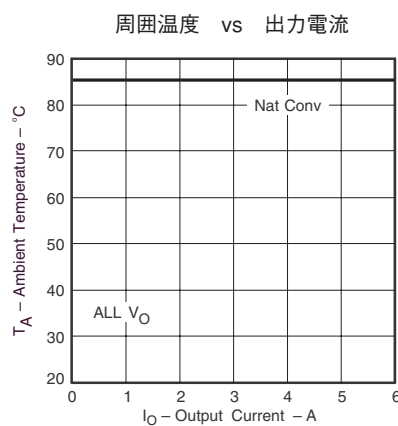

図 10
- 温度ディレーティング曲線は、内部コンポーネントの温度がメーカーの指定した最大温度以下で動作する条件を表します。温度ディレーティング曲線は、内部コンポーネントがメーカーの最大温度以下で動作する条件を表します。このディレーティング制限は、2オンス (56.69 グラム) の銅を使用した、 $100\text{ mm} \times 100\text{ mm}$ の両面基板に直接半田付けされたモジュールに対して適用します。図10に対して適用されます。